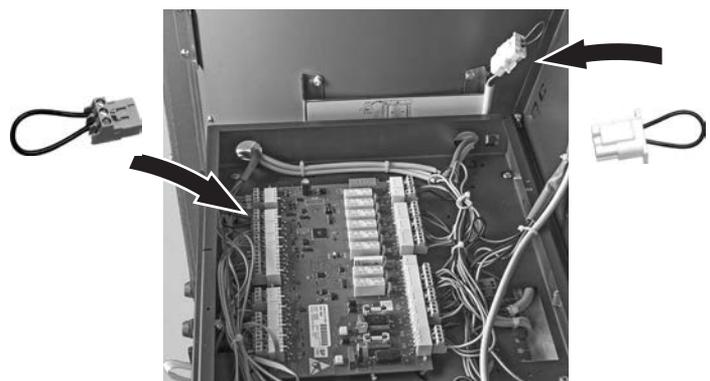

Fig. 48 Solo nel modello Klassik o con alimentazione manuale: inserire il connettore con ponte in X22 e la spina di rete della turbina di aspirazione
- Inserire i connettori con ponte forniti in dotazione nel dispositivo di accensione automatica X22 (a 3 poli) e nella spina di rete della turbina di aspirazione (a 6 poli) – Fig. 48.